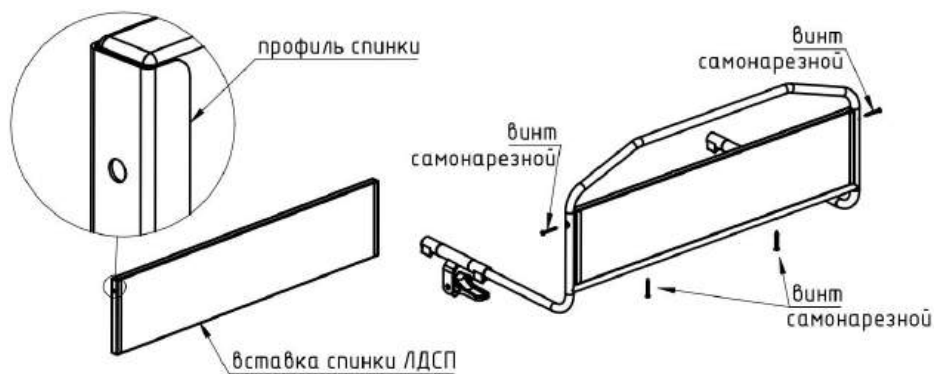

Рисунок 9 – Установка вставки спинки ЛДСП
- Установить два П-образных металлических профиля на боковые стороны вставки спинки из ЛДСП. Отверстия в профилях должны быть сверху (см. рис. 9).
- Вставку спинки из ЛДСП вместе с двумя профилями закрепить саморезами d4x35 в каркасе спинки (см. рис. 9).